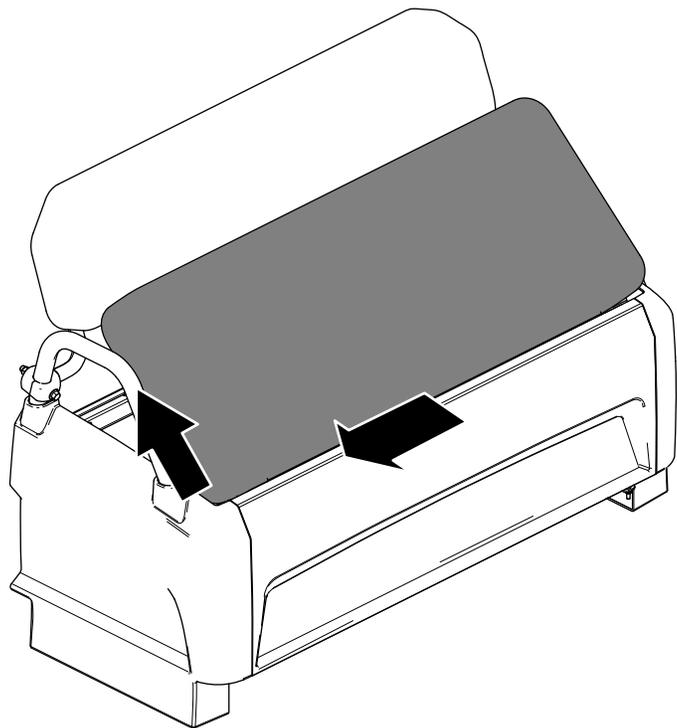

図 24
2. クッションを横にスライドさせてピンから外して上に抜き取る 図 24。